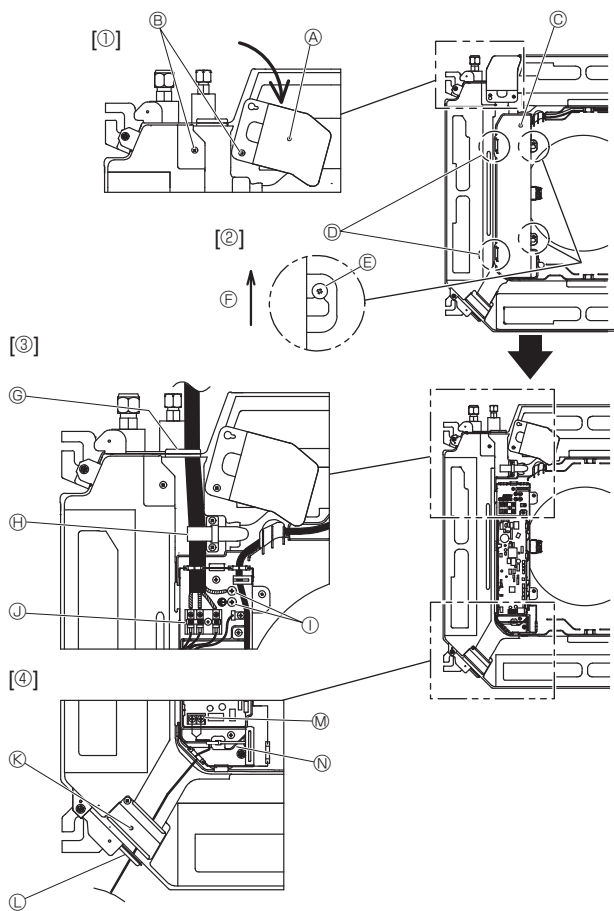
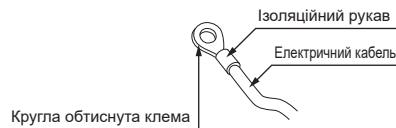
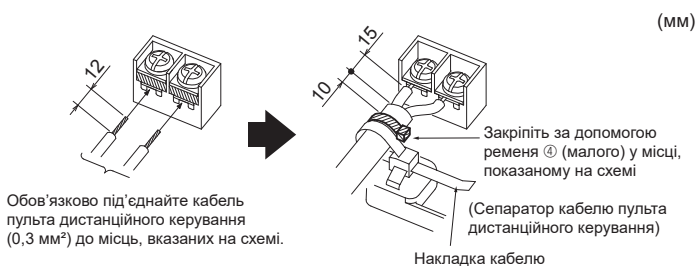

Fig. 6-1
Fig. 6-2
Fig. 6-3
### 6.1. Внутрішній блок (Fig. 6-1)
1. Відкрутіть два гвинти, що фіксують сервісну панель кабельного з'єднання, а потім поверніть сервісну панель кабельного з'єднання. [Fig. 6-1 ①]
2. Відкрутіть два гвинти, що фіксують кришку розподільного ящика. [Fig. 6-1 ②]
3. Прокладіть кабель живлення, кабель з'єднання внутрішнього та зовнішнього блоків і провід заземлення через кабельні входи, позначені на схемі. [Fig. 6-1 ③] Помістіть крайню частину кабелю живлення та кабелю з'єднання внутрішнього та зовнішнього блоків у розподільний ящик. У ролі клем з'єднання внутрішнього та зовнішнього блоків використовуйте круглі обтиснуті клемми та додатковий набір клем і наконечників живлення. [Fig. 6-2] Якщо ви не можете використати круглі обтиснуті клемми, див. Fig. 6-3–6-6. Для з'єднання див. 6.1.1. і 6.1.2.
4. Прокладіть і під'єднайте кабель пульта дистанційного керування через кабельні входи, вказані на схемі. [Fig. 6-1 ④, Fig. 6-3] Для з'єднання див. 6.1.1. і 6.1.2.